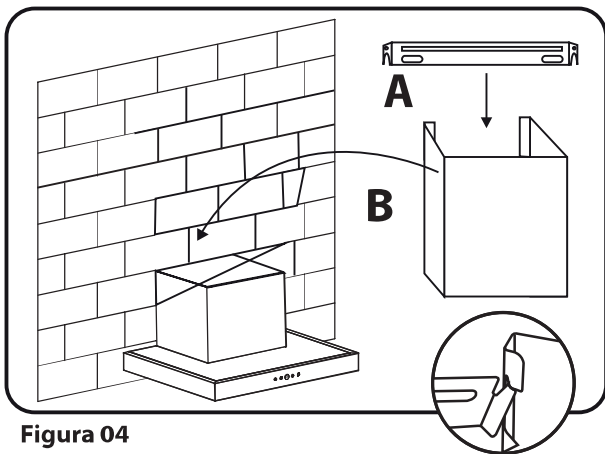

Figura 04
3. Com a coifa fixada no suporte, encaixe o duto de inox fixo sobre a coifa **(Figura 04)**. Posicione o suporte do duto fixo, verificando o encaixe. Após posicionar o suporte no duto fixo, marque a posição na parede e fixe o suporte. Se a coifa for utilizada como exaustor, encaixe o duto flexível nesta etapa.